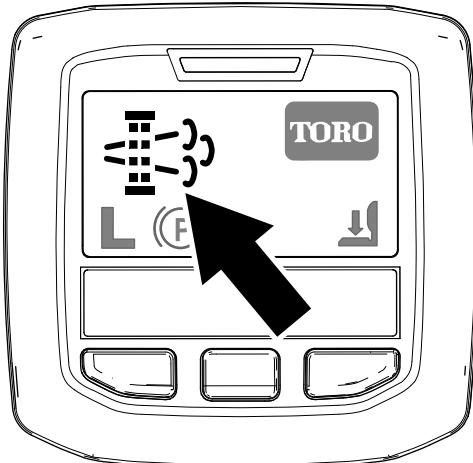

図 34
- インフォセンターに、駐車再生要求アイコンが表示されます 図 34。